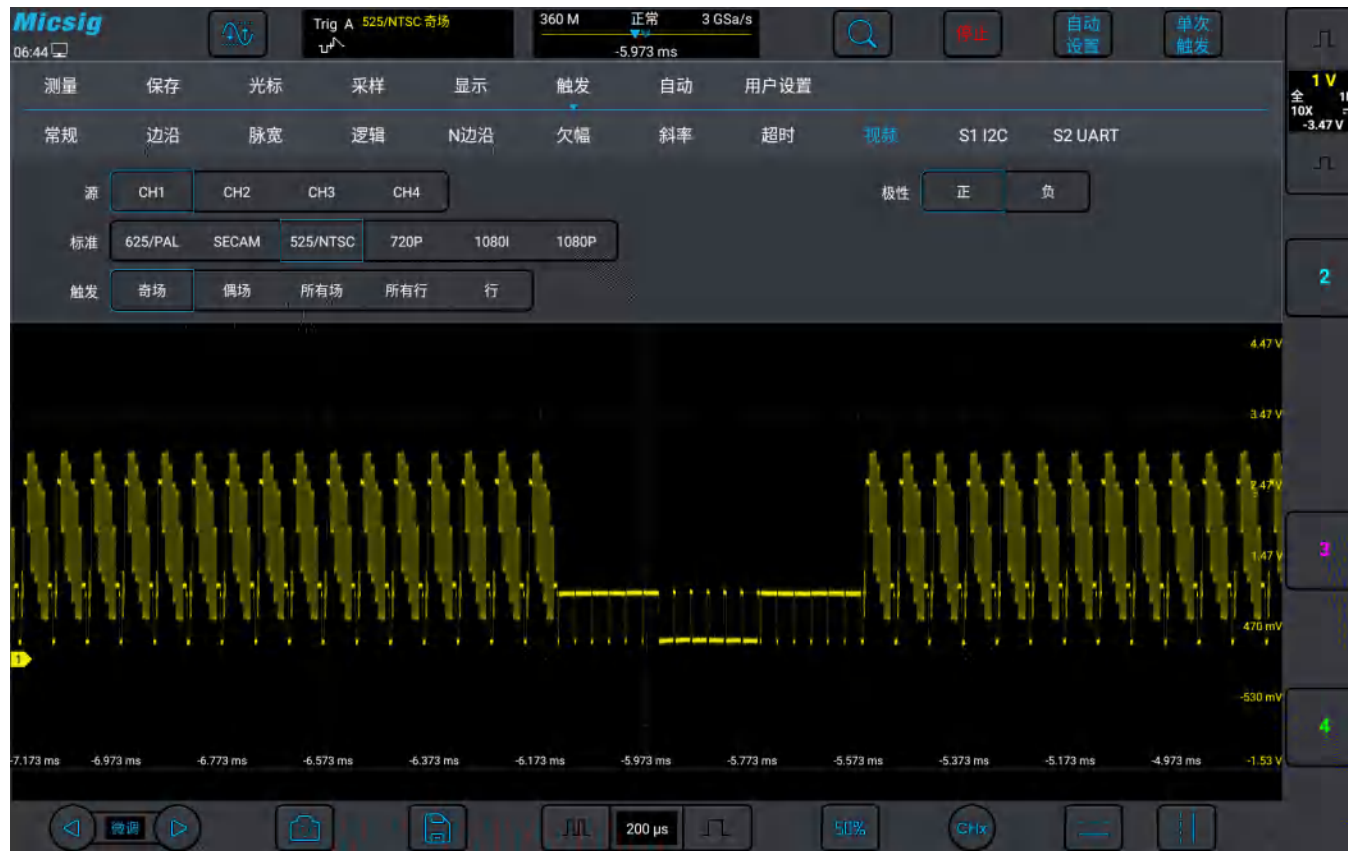

图 6-30 视频触发
1) 打开触发菜单，轻点“触发”打开触发菜单，在触发类型中选择视频触发，对视频触发进行如下设置，见图 6-30：